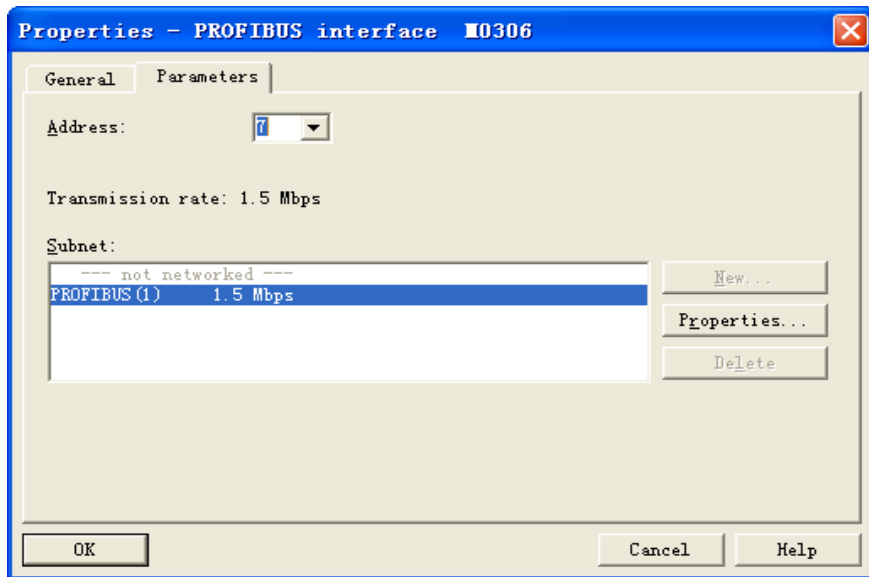

图 4.4 配置设备属性
- 2) 拖拽模块到 DP 总线上, 会自动弹出属性窗口, 按需要配置模块地址。在这里设置地址为 7, 如下图 4.4 所示: